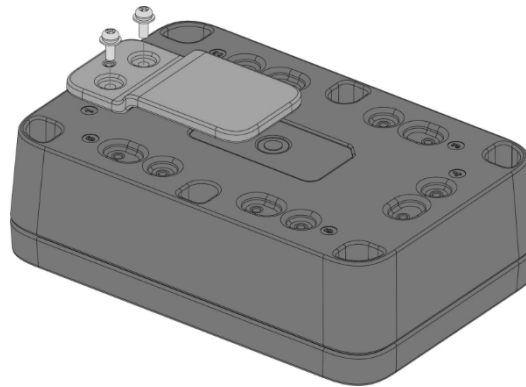

Abbildung 24: Befestigung der Gürtelcliphalterung am Gehäuse
2. Befestigen Sie die mit dem Buchstaben E gekennzeichnete Gürtelcliphalterung mit zwei (2) M3*8-mm-Kopfschrauben mit Unterlegscheibe am WisBlock Unify-Gehäuse. Platzieren Sie sie an den festen Positionen Nr. 1 oder 4 des Gehäuses, wie in Abbildung 24 dargestellt.